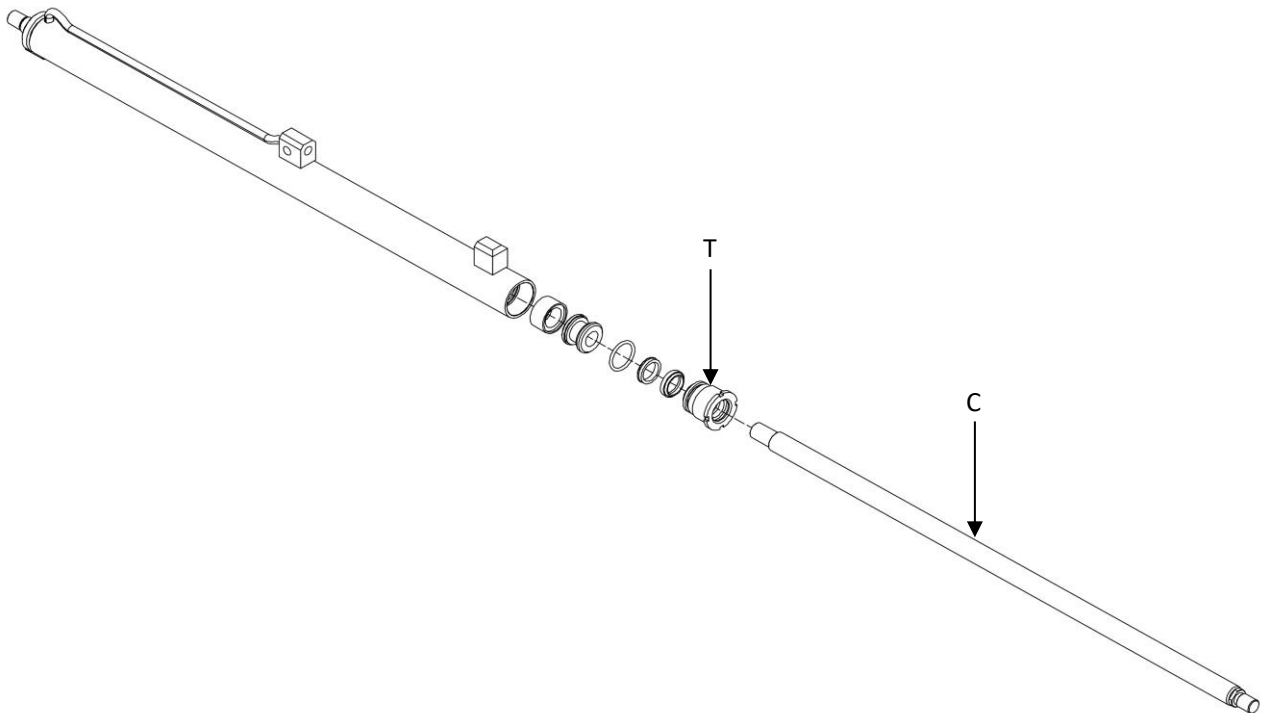

Figura 93
8. Prendere come riferimento la *Figura 93*.